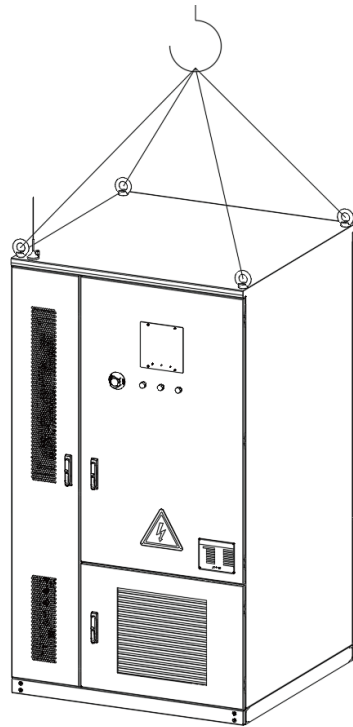

图4-1 215kWh工商业液冷储能电池一体柜吊装示意图
2. 吊装过程需严格参照吊装图进行起吊, 具体详见下方附图4-1;